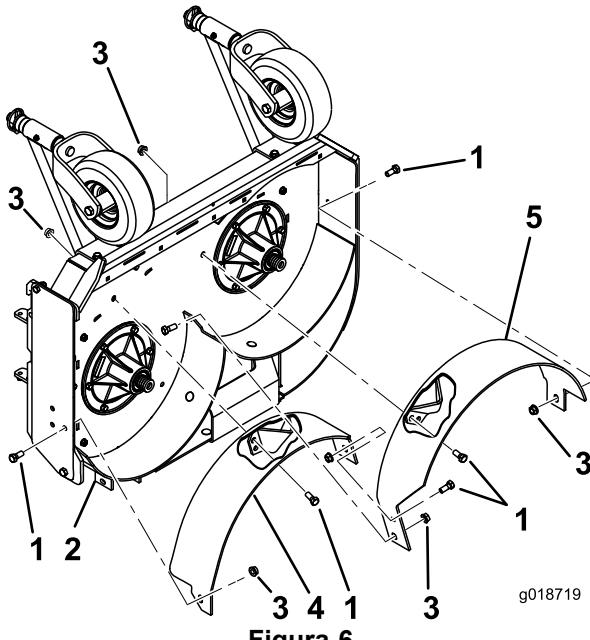

Figura 6
2. Montate, senza serrarlo, il deflettore destro sul piatto di taglio con un bullone (3/8 x 7/8 poll.) e un dado flangiato (3/8 poll.) (Figura 6).
3. Montate, senza serrarlo, il deflettore destro sulla piastra di scarico con un bullone (3/8 x 7/8 poll.) e un dado flangiato (3/8 poll.) (Figura 6).
5. Montate, senza serrarlo, il deflettore sinistro sul piatto di taglio con 2 bulloni (3/8 x 7/8 poll.) e 2 dadi flangiati (3/8 poll.) (Figura 6).
6. Montate, senza serrarlo, il deflettore sinistro sulla parete laterale sinistra del piatto di taglio con un bullone (3/8 x 7/8 poll.) e un dado flangiato (3/8 poll.) (Figura 6).
7. Montate, senza serrarlo, il deflettore sinistro sul deflettore destro con un bullone (3/8 x 7/8 poll.) e un dado flangiato (3/8 poll.) (Figura 6).
6. Serrate saldamente tutti i bulloni e i dadi per i deflettori (Figura 6).